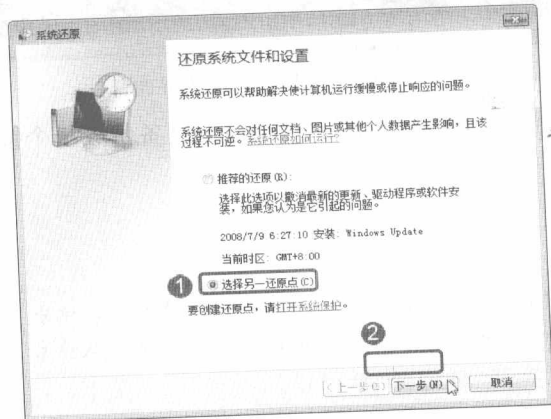

图 10-9 “系统还原”对话框
步骤① 在“备份和还原中心”窗口中，单击右侧窗格中的“使用系统恢复 Windows”链接，弹出“系统还原”对话框，如图10-9所示。